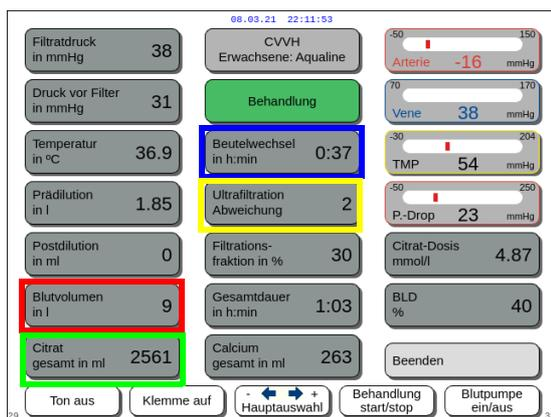

Abb. 169
- *Blutvolumen in l* (roter Rahmen Abb. 169)
- *Citrat gesamt in ml* (grüner Rahmen Abb. 169)
- *Beutelwechsel in h:min* (blauer Rahmen Abb. 169)
- *Ultrafiltration Abweichung* (gelber Rahmen Abb. 169)